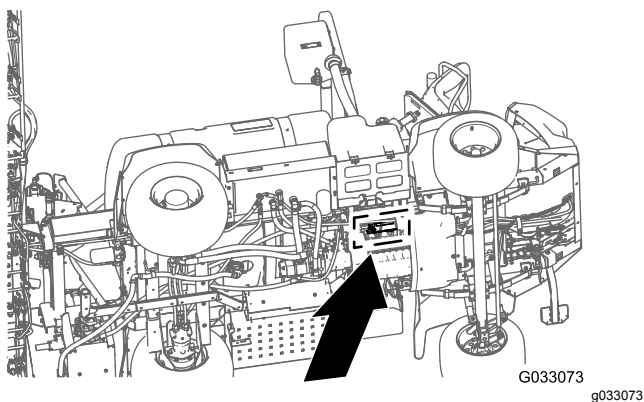

图24
1. 拧下将发动机控制模块的安装架固定至发动机支撑托架和发动机附件箱上的 3 个凸缘头螺栓和 1 个凸缘螺母图24。